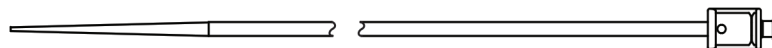

Figure 3 : Dilateur
3. un dilateur (Fig. 3) recouvert d'un matériau hydrophile, utilisé pour dilater le vaisseau afin d'accueillir la gaine.